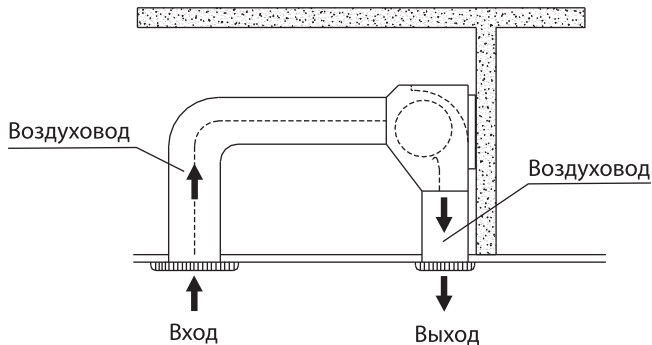

Рис. 9 – Установка завесы за подвесным потолком
7.4 Завеса также может быть установлена за подвесным потолком (см. рис. 9). Для этого необходимы воздуховоды (приобретаются потребителем).